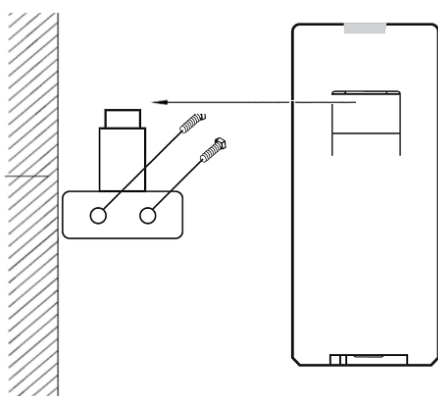

Fig. 16
**INSTALLATION DU SUPPORT DE LA TÉLÉCOMMANDE (Fig. 16)**